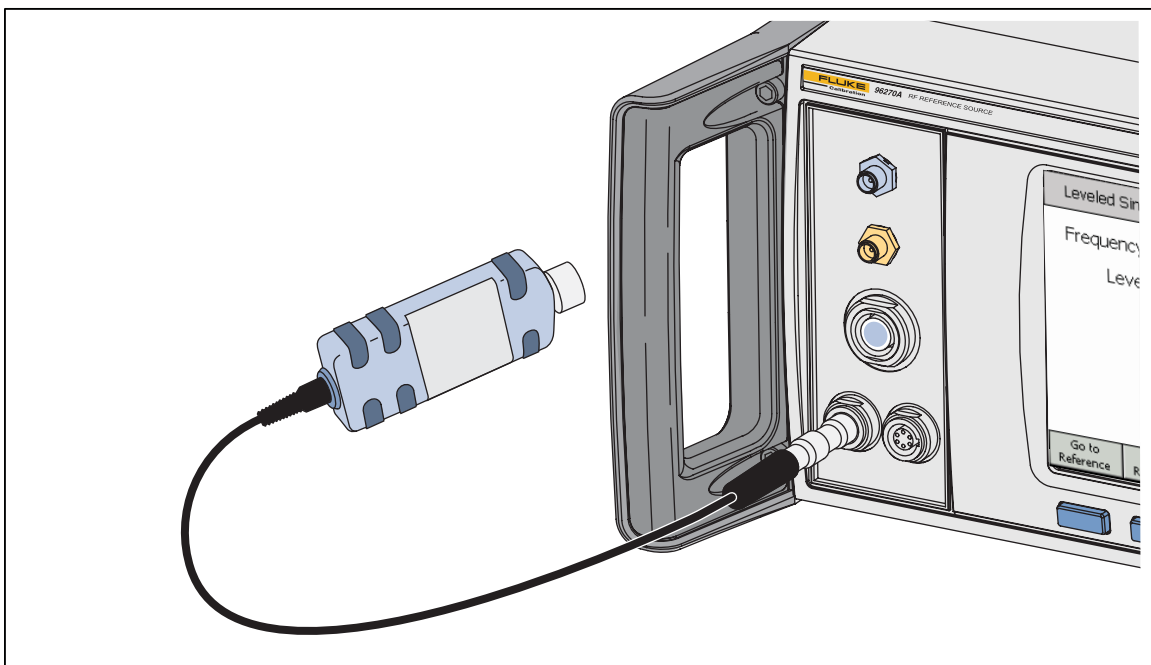

Abbildung 3-26. Verbinden von einem oder mehreren Leistungssensoren (96270A)
2. Verbinden Sie den Mehrfach-Anschluss mit dem entsprechenden Sensor 1- oder 2-Anschluss am Gerät. Drücken Sie fest auf den Mehrfach-Anschluss, bis er einrastet. Siehe Abbildung 3-26.